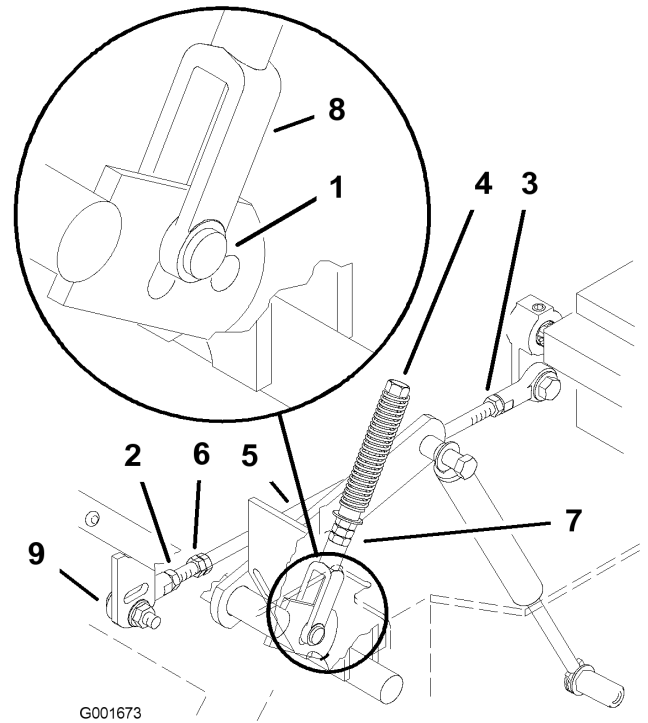

Figura 54
8. Si es necesario un ajuste, afloje la tuerca y la contratuerca contra la horquilla (Figura 54).
10. Apriete la tuerca y la contratuerca (Figura 54).
6. Tire hacia atrás de la palanca hasta que el pasador (en el brazo debajo del eje pivotante) entre en contacto con el extremo de la ranura (empezando justo a tensar el muelle) (Figura 54).